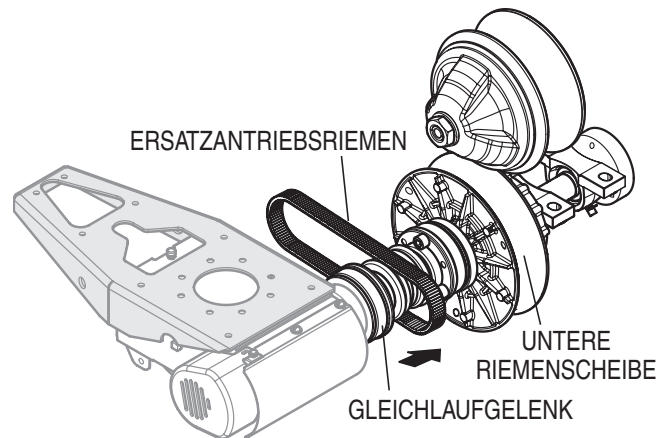

Abb. 18. Installieren des Ersatzantriebsriemens
4. Den Ersatzantriebsriemen über das Gleichlaufgelenk (Abb. 18) hinweg auf die untere Riemenscheibe ziehen.